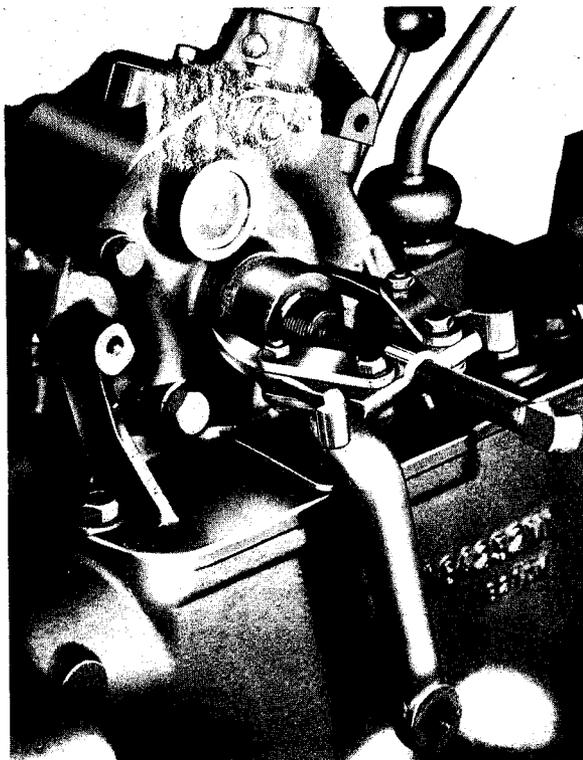

Fig. 2
- 3° Sortir, de leur arbre cannelé, les bras de direction. Si besoin est, employer un extracteur à 2 griffes (fig. 2).